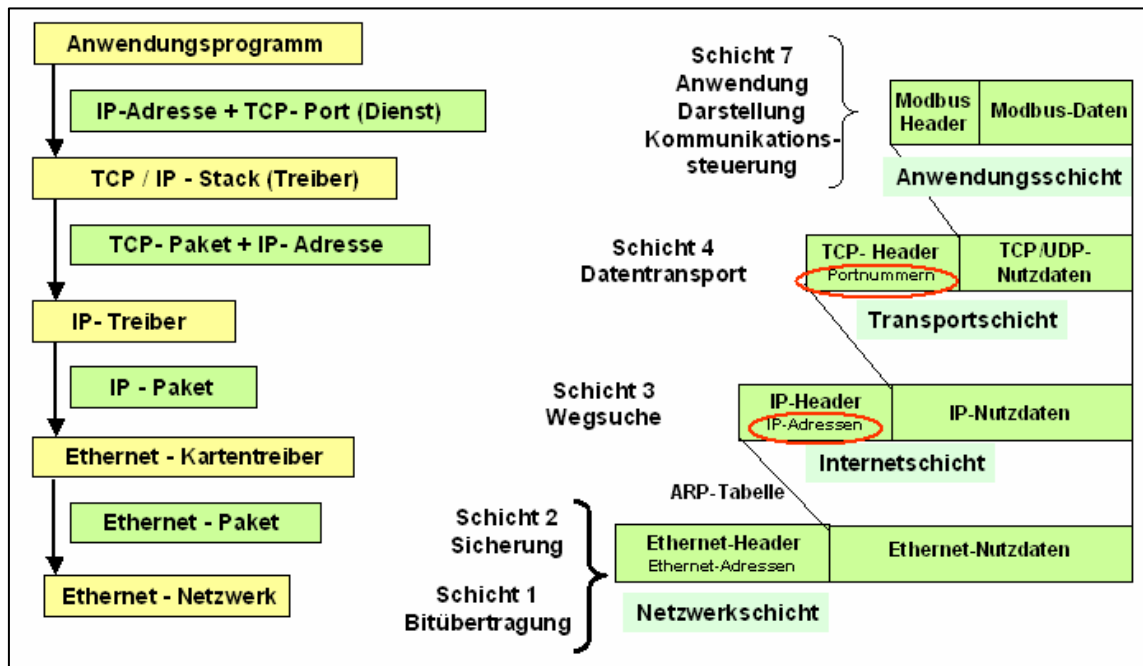

Bild 2.3-2: Nutzung der Ethernet TCP/IP Protokolle (Schichten 1, 2, 3 und 4 des OSI-Referenzmodells) für die Übertragung von Daten im „Standard Ethernet“.
**Bild 2.3-2** zeigt ein beispielhaft, wie die Nutzdaten von Anwendungen (hier Modbusdaten) beim Durchlaufen der Schichten bis hin zum Ethernet-Netzwerk zunehmend mit Adress-, Port- und Sicherungsdaten ergänzt werden, bevor sie als Telegramme im Netz transportiert werden. Diese Zuordnungen werden als **Datenoverhead** bezeichnet.